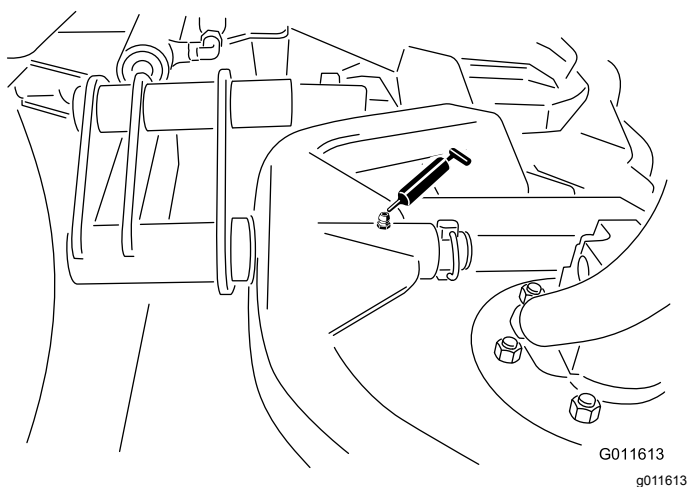

Figura 49
- Articulação da estrutura da unidade de corte (1 de cada) (Figura 49)